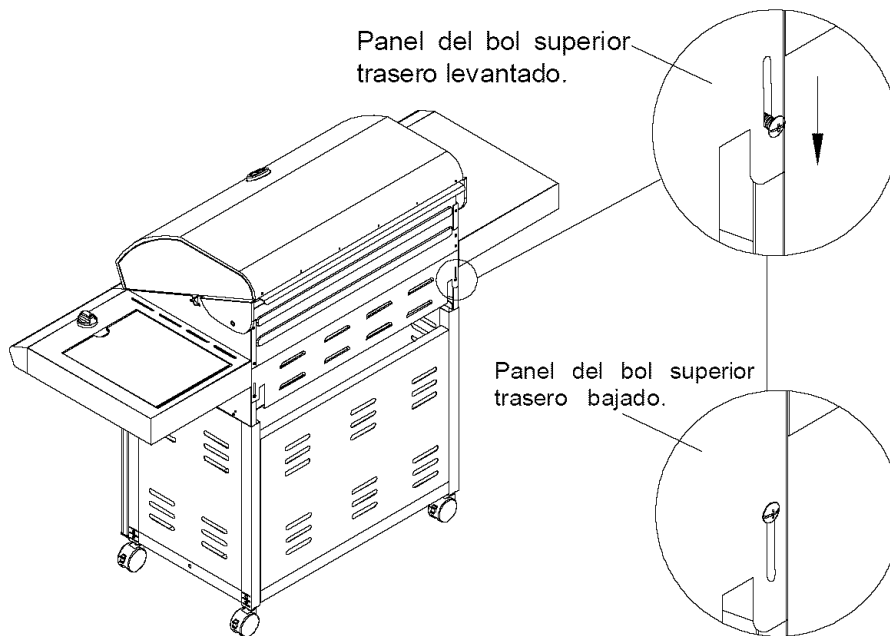

Figure 4
- Deslice hacia abajo el panel del bol superior trasero y apriete los tornillos con seguridad. (Vea la Fig. 4.).